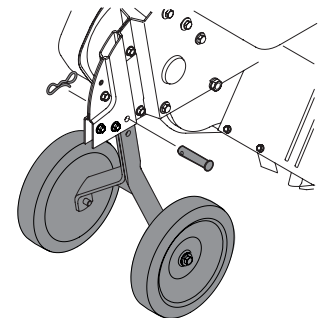

Figura 3
1. Retire el restante horquilla pin y la chaveta de la bolsa manual, instalar el conjunto de la rueda en el soporte de caja de la cadena, como se muestra en la Figura 3.